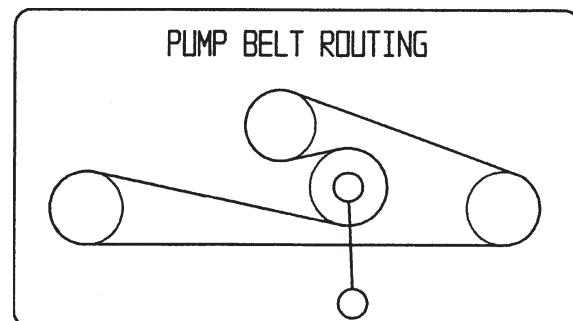

Figure 58
- Abaissez la poulie de tension rappelée par ressort et enlevez la courroie des poulies du moteur et de la pompe hydraulique (Fig. 58). Retirez la courroie entre les poulies.
- Installez la courroie neuve sur les poulies du moteur et de la pompe hydraulique (Fig. 58).
- Abaissez la poulie de tension rappelée par ressort et alignez-la sous la courroie de transmission, puis relâchez-la (Fig. 58).